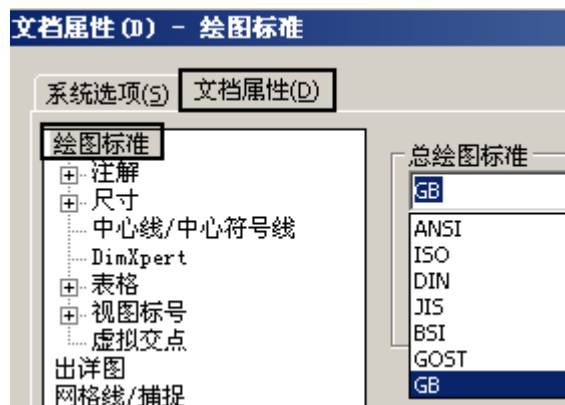

图 2-7 设置绘图标准
在“文档属性 (D)”选项卡中,如图 2-7 所示,单击“绘图标准”,在右侧窗口中设置“总绘图标准”为“GB”。